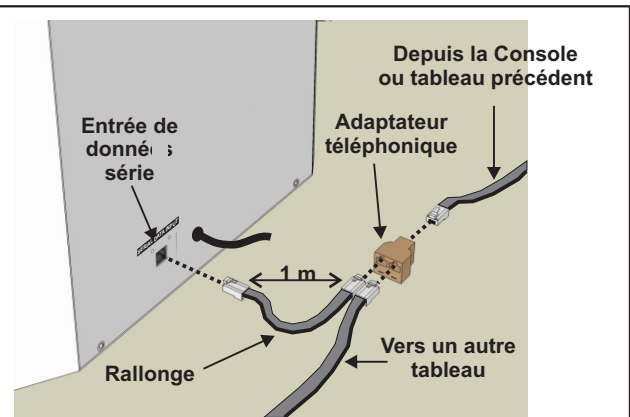

Fig. 6: Connexion avec adaptateur téléphonique
2. Connexion distribuée (voir Fig. 4, Fig. 6). Les connexions, dans ce cas, sont réalisées en cascade, d'un tableau au suivant. L'interruption d'un câble détermine l'interruption de la visualisation en plusieurs tableaux.